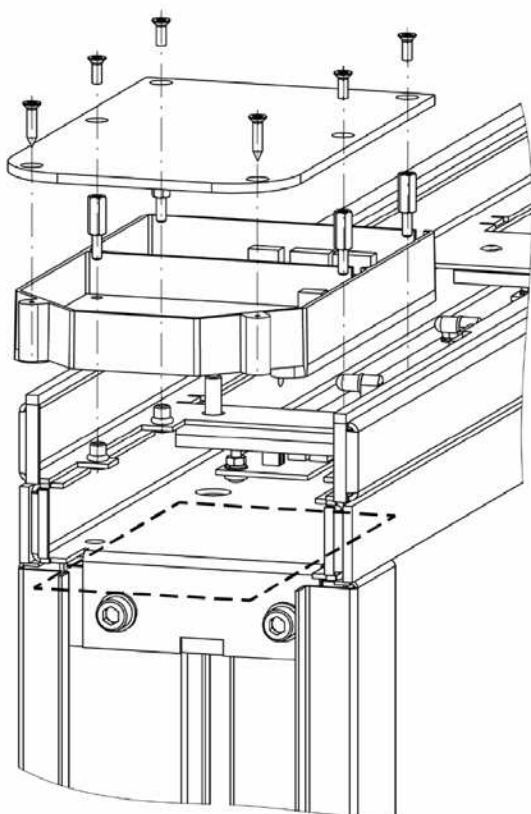

Рисунок 21. Демонтаж блока индикации крышки
24. При необходимости произведите монтаж считывателей карт доступа на предусмотренные для этого полки, расположенные внутри верхнего короба на торцах стойки под блоками индикации крышки. Для фиксации считывателей используйте двусторонний скотч. Для удобства установки считывателей возможен демонтаж блоков индикации крышки (см. рис. 21, разд. 8.8.3). Кабели от считывателей аккуратно проведите через верхний короб и центральную стойку к месту ввода кабеля от контроллера СКУД, используя штатные окна в деталях корпуса секции. Для крепления кабелей применяйте самоклеящиеся площадки и кабельные стяжки. Не допускается крепление к кабелям внутренней разводки и к платам ДКЗП, а также прокладывание кабелей с той стороны плат, где расположены датчики.
Для доступа к переключке **XP4** на плате индикации прохода открутите отверткой с крестообразным шлицем PH2 два самореза и четыре винта М3×6, крепящие светорассеивающую пластину (см. рис. 21), и снимите ее.